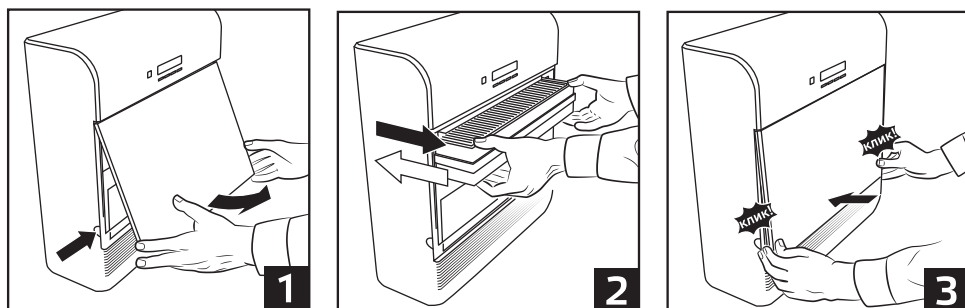

Рис.8. Снятие и установка сервисной панели
1. Нажмите на фиксаторы слева и справа по направлению друг к другу, освободив нижние углы панели, и потяните панель по направлению на себя, преодолевая усилие магнитного фиксатора, расположенного внизу по центру сервисной панели (рис. 8, изобр. 1).
2. Извлеките базовый фильтр (рис. 8, изобр. 2) и через образовавшуюся нишу убедитесь в равномерном прилегании уплотнительного кольца на тепло-шумоизоляционной трубе к уплотнению входного отверстия устройства.
3) Установите базовый фильтр на место (рис. 8, изобр. 2).
4) Установите на место сервисную панель. Убедитесь в срабатывании правого и левого фиксаторов (рис. 8, изобр. 3).